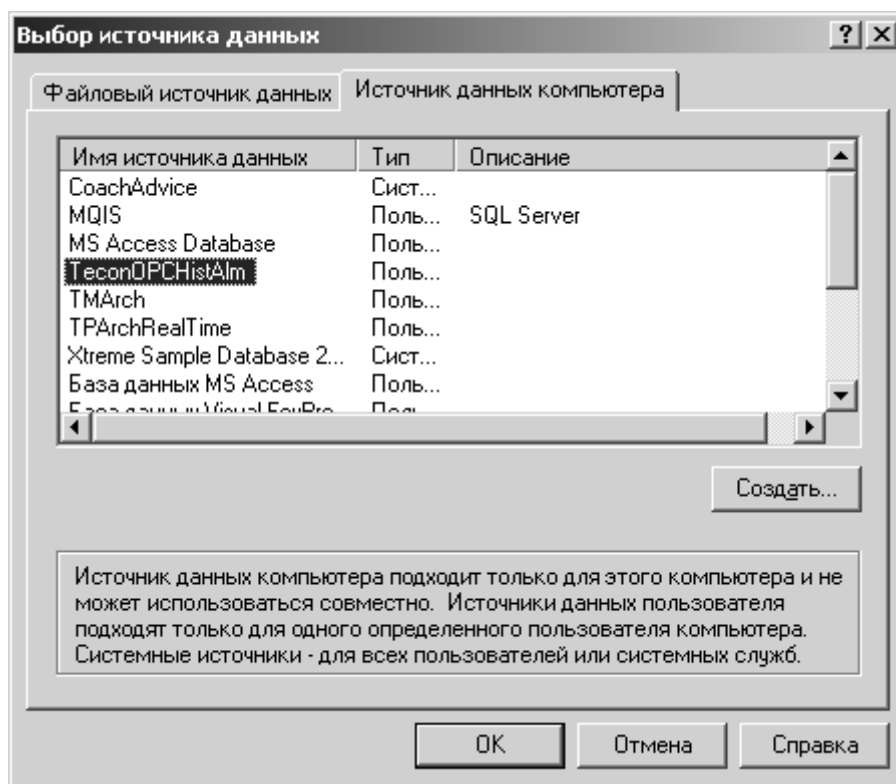

Рисунок 4.56 - Выбор базы данных
- а) нужно выбрать базу данных, в которую будут сохраняться аварии. После нажатия на кнопку «**Выбрать базу...**» появится окно выбора базы данных (Рисунок 4.56). Нужно выбрать базу и нажать на кнопку «**ОК**»;